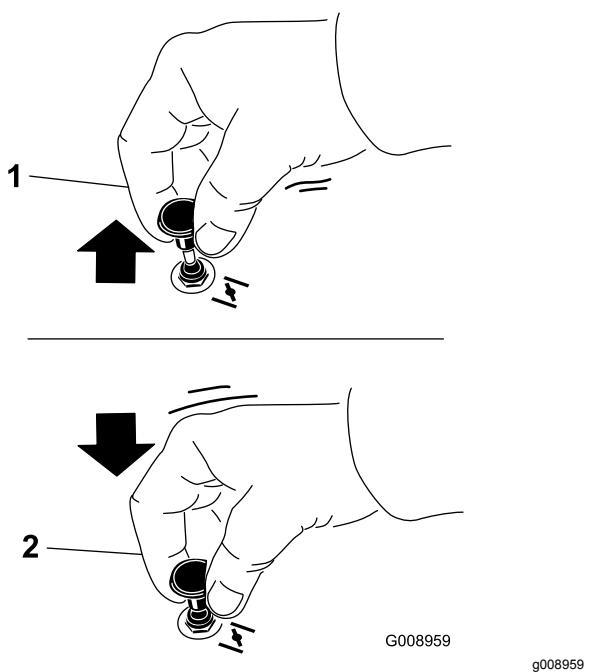

Figura 20
2. Tirate su la manopola dello starter per innestare lo starter prima di usare l'interruttore di accensione (Figura 20).
3. Spingete giù lo starter per disinnestarlo una volta acceso il motore (Figura 20).